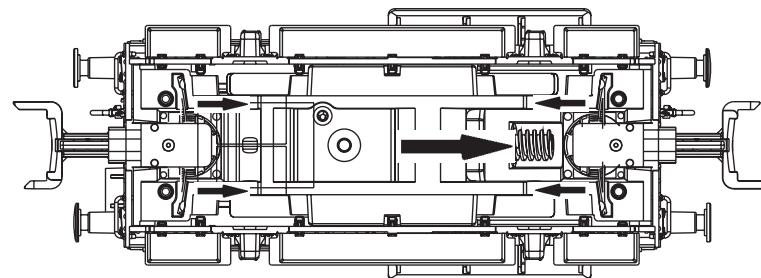

Fig. 6
2. Schmierung: Versehen Sie die im Schmierplan in Fig. 5 gekennzeichneten Stellen mit nur **kleinen Öltropfen**. Dazu zuerst den Getriebedeckel abnehmen. Danach den **Radsatz** herausnehmen (Fig. 6). Wir empfehlen den ROCO **Öler Art.-Nr. 10906**. Fürs Schmieren der Getriebeteile (Zahnräder, Schnecke) empfehlen wir das **ROCO-Spezialfett Art.-Nr. 10905**. Im Falle der Schmierung diese Teile **nicht ölen**.
2. Lubrication: Apply **tiny oil drops** to spots marked in fig. 5. Prior to lubrication remove the gear cover. Take out wheel set (fig. 6). We recommend using item no. **10906, ROCO oiler**. For lubrication the gearparts (e.g. cogwheels, worm) we would recommended our ROCO **special grease** (item no. **10905**).
Op de aangegeven punten slechts **een enkel oiledruppetje** (fig. 5). Daartoe wel eerst het lochuis verwijderen (fig. 6). Wij adviseren Rovo-smeerolie art. 10906. Voor het smeren van de aandrijving (tandwielen, wormwielen, etc.) adviseren wij **Roco-smeervet art. 10905**. Let op. Geen olie gebruiken waar smeervet zit.
voir } Fig.6
voir } Fig. 6